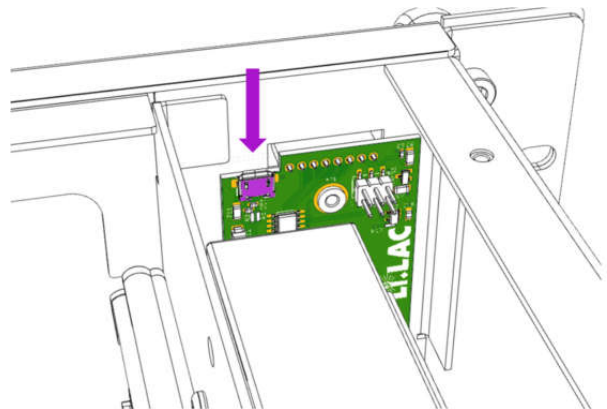

Abb. 8
4. Das Micro-USB Kabel einstecken (Abb. 8).